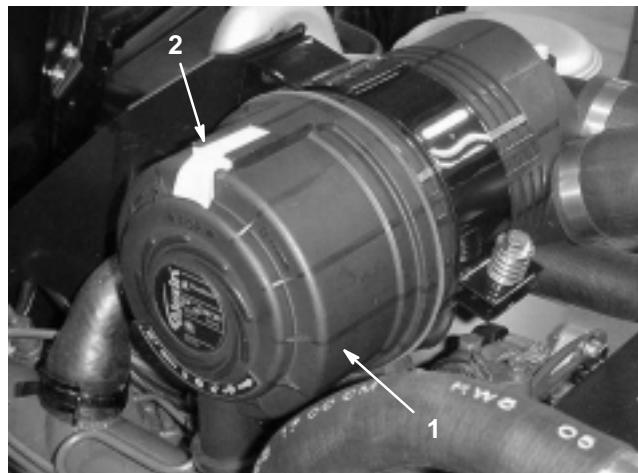

Figure 40
1. Desserrez les fixations qui maintiennent le couvercle sur le corps du filtre à air (Fig. 40). Otez le couvercle du corps et nettoyez l'intérieur.